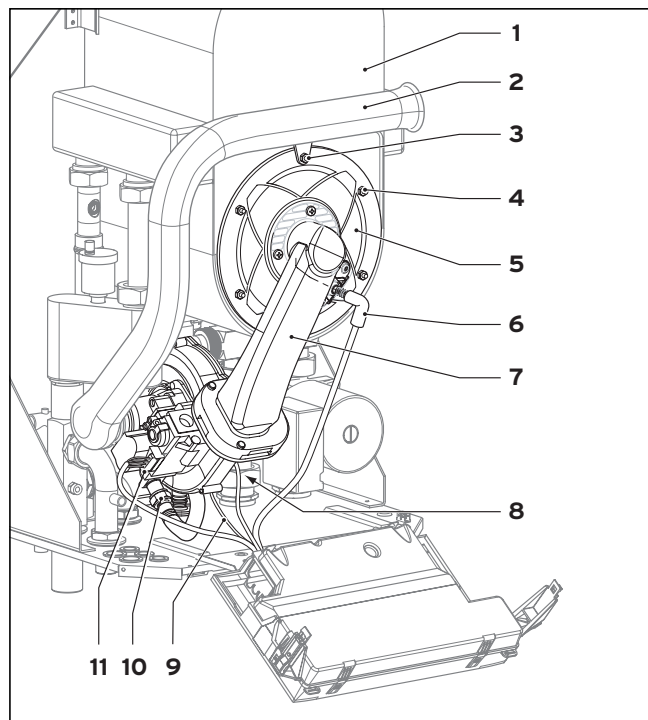
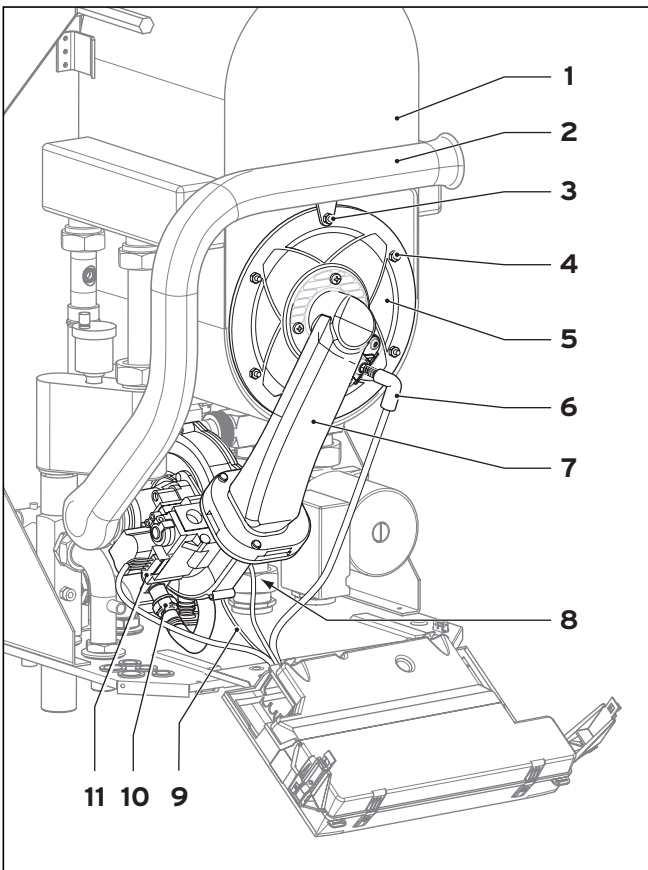

Рис. 7.1 Демонтаж термо-модуля
Рис. 7.3 Монтаж термо-модуля
Термо-модуль состоит из вентилятора с регулируемой частотой вращения, газовой арматуры, смесительной трубы, а также горелки с фланцем. Эти четыре узла образуют термомодуль. При демонтаже соблюдайте следующий порядок действий: (см. рис. 7.1)
- Отпустите крепежный винт (3) трубы всасывания воздуха и поверните трубу всасывания воздуха (2) вперед; затем снимите трубу со всасывающего патрубка.
- Вытащите оба штекера запального и заземляющего провода из запального электрода (6).
- Отсоедините линию подачи газа (10) на нижней стороне газовой арматуры (рис. 7.1).
- Снимите кабель (8) с двигателя вентилятора (муфта), сигнальный кабель PWM под вентилятором (9) и кабель, ведущий к газовой арматуре (11).
- Отпустите 6 гаек (4).
- Установите термо-модуль (5) на интегральный конденсационный теплообменник (1) (рис. 7.3).
- Равномерно затяните 6 гаек (4) в крестообразном порядке.
- Установите трубу всасывания воздуха (2, рис. 7.1) на всасывающий патрубок и затяните винт (3).
- Присоедините линию подачу газа (10) с новым уплотнением (ET-№ 981142) к газовой арматуре. Для этого используйте подходящий гаечный ключ.
- Подключите оба штекера запального и заземляющего провода к запальному электроду (6).
- Установите на место кабель (8) на двигатель вентилятора (муфта), сигнальный кабель PWM под вентилятором (9) и кабель, ведущий к газовой арматуре (11).